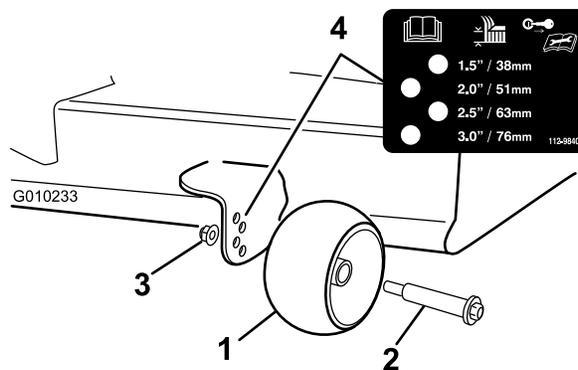

Figura 29
3. Retire la tuerca con arandela prensada, el rodillo protector de césped y el perno de la abrazadera (Figura 29).
4. Alinee el perno y el rodillo protector del césped con el taladro del soporte que corresponde a la posición de altura de corte más próxima (Figura 29).
5. Introduzca el perno en el taladro del soporte y sujete el perno y el rodillo protector del césped con la tuerca con arandela prensada (Figura 29).